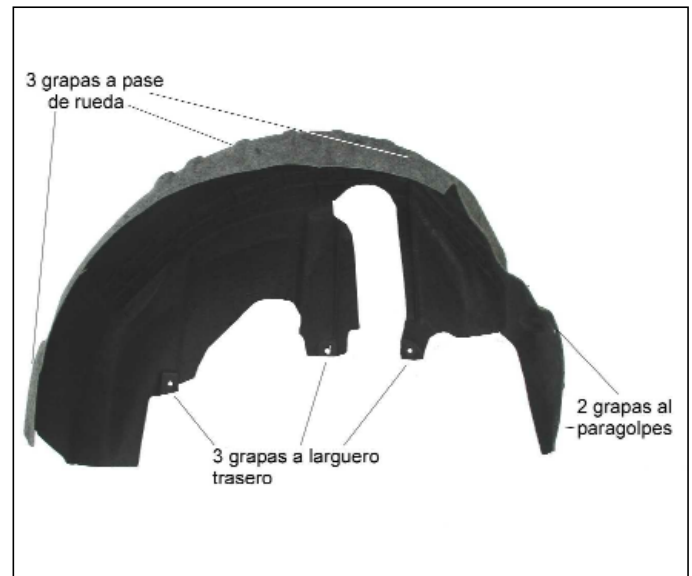

Figura 4. Unión del guardabarros trasero
- Retirar guardabarros trasero izquierdo y derecho (ver figura 4).
En la figura 4, se muestra la unión del guardabarros trasero con el resto de la carrocería.
- Guardabarros trasero L.C. (ver figura 4).
- Retirar guardabarros trasero del lado contrario (ver figura 4).